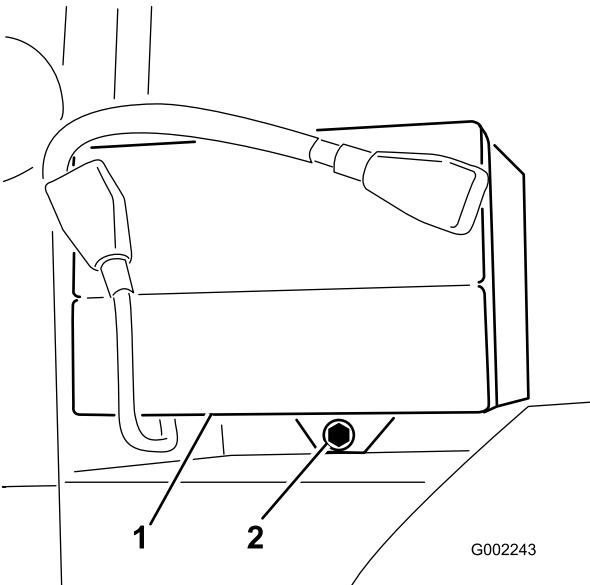

Figura 45
- Retire el dispositivo de sujeción de la batería y los herrajes (Figura 45).
3. Instale el dispositivo de sujeción de la batería, fijándolo con los herrajes que retiró anteriormente (Figura 45).